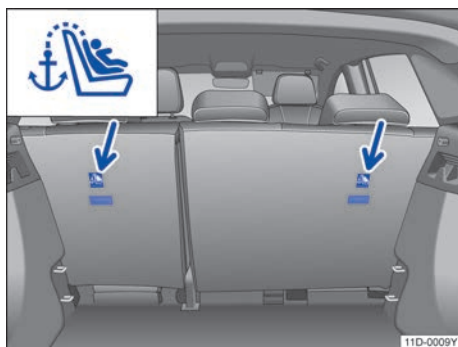

图 33 带顶部紧固绳的 ISOFIX 儿童座椅
- 将儿童座椅插到 ISOFIX 固定环上→图 33，直到听见儿童座椅的啮合声。
- 安装正向儿童座椅时，将座椅靠背尽可能向前调节，使其靠在儿童座椅上→图 33。
- 将顶部紧固绳固定到行李厢内的后部紧固环上→图 33。
- 带有 ISOFIX 装置和顶部紧固绳的儿童座椅上标有一个示意图→图 33。